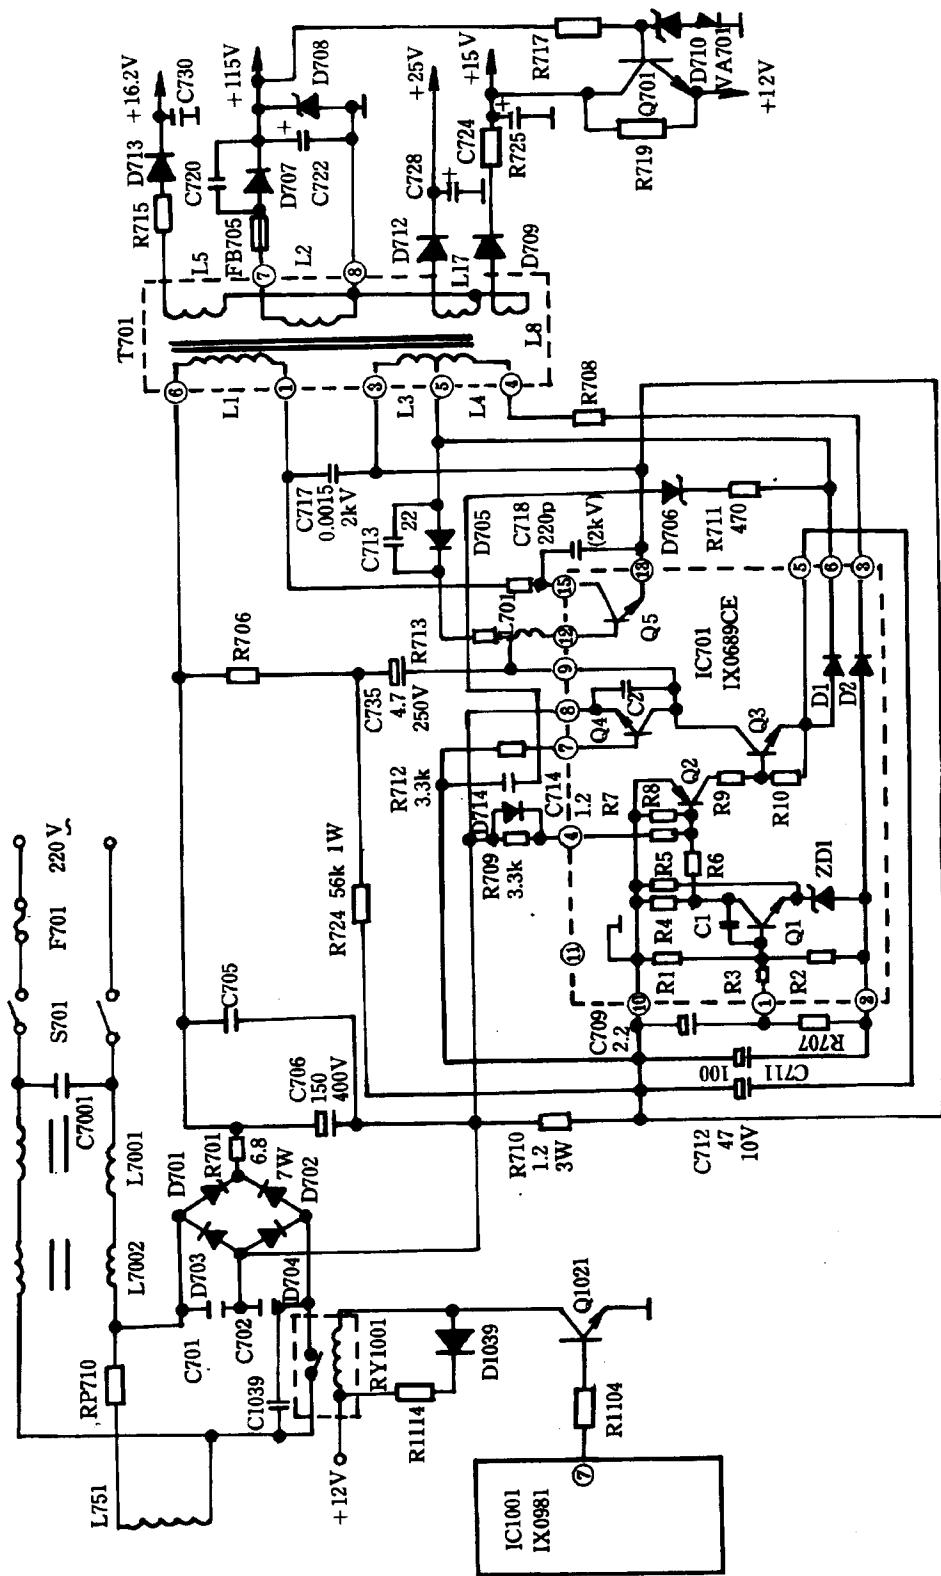

图 1-2 夏普 NC-II T 机芯开关电源电路
夏普 NC-II T 机芯开关电源电路见图 1-2。它属于脉冲变压器耦合并联自激式开关稳压电源。采用这种开关电源的彩电有：夏普 1805DK；虹美 WCD-25；飞跃 47C2-2；凯歌 4C5401-5；三元 47SYC-3；熊猫 3608A、3615A、C54L2 等。
遥控开/关机控制是通过继电器控制 220V 输入电路的通断而实现的。继电器的通断(吸合/释放)由微处理器控制。图 1-2 的左半部分为夏普 CS47-4 型彩电遥控开/关机控制电路。IX0981 微处理器由⑦脚输出开/关机控制信号, 开/关机控制信号的形式为高、低电平。高电平输出时为开机指令, 低电平输出时为关机(待机)指令。当 IX0981 ⑦脚呈高电平时, Q1021 饱和导通, 其集电极饱和电流流过继电器 RY1001 使其吸合, 接通 220V 输入电路, 开关电源工作, 电视机进入工作状态。当 IX0981 ⑦脚呈低电平时, Q1021 失去基极正向偏置电压而截止, RY1001 也因失去推动电流而释放, 切断开关电源 220V 输入电路, 开关电源停止工作, 电视机进入待机状态。